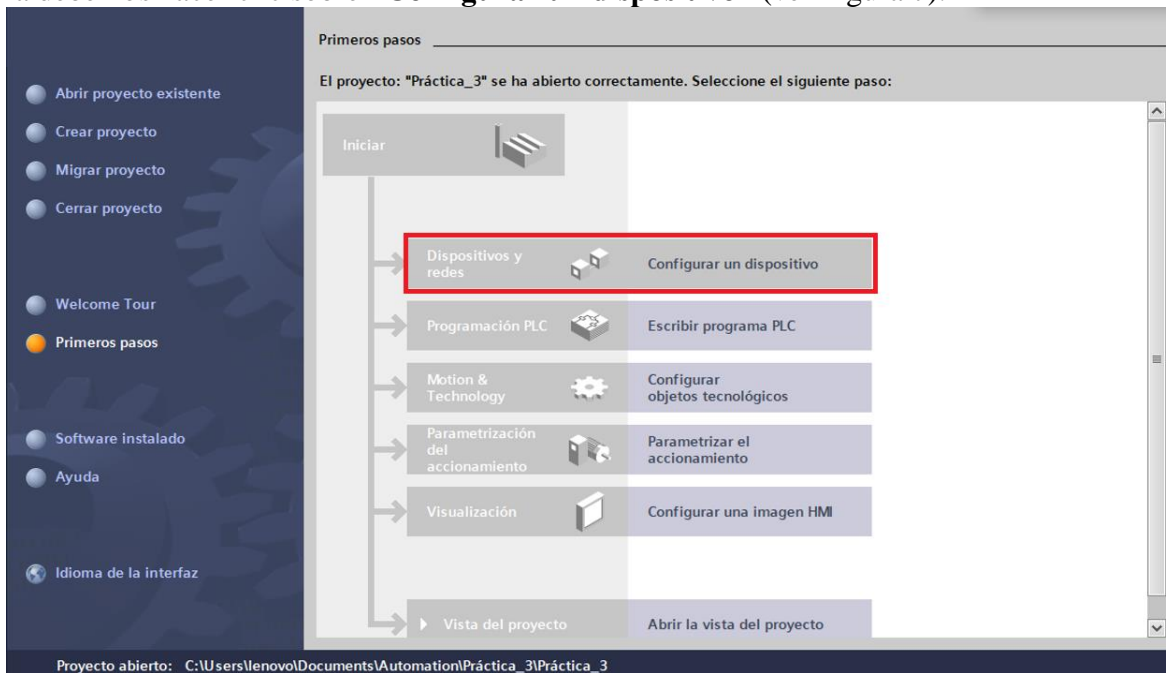

Figura 7: Ventana de primeros pasos.
- Después de dar clic en el botón **“Crear”**, se abrirá por defecto la ventana de **“Primeros pasos”**, en esta ventana debemos hacer clic sobre **“Configurar un dispositivo”** (ver Figura 7).